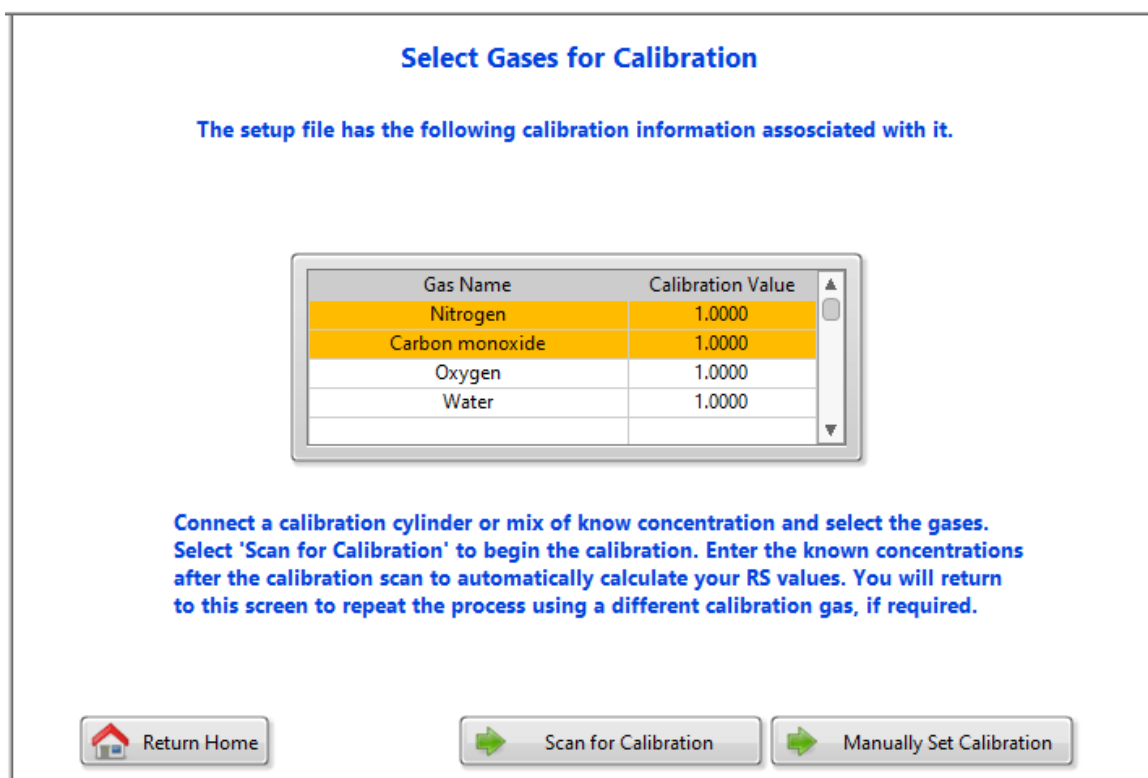

Fig. 23. Selección de los gases a calibrar.
1. Al seleccionar **single cylinder calibration**, se abrirá el asistente para seleccionar los gases a calibrar (*Select Gases for Calibration*) (Fig. 23).